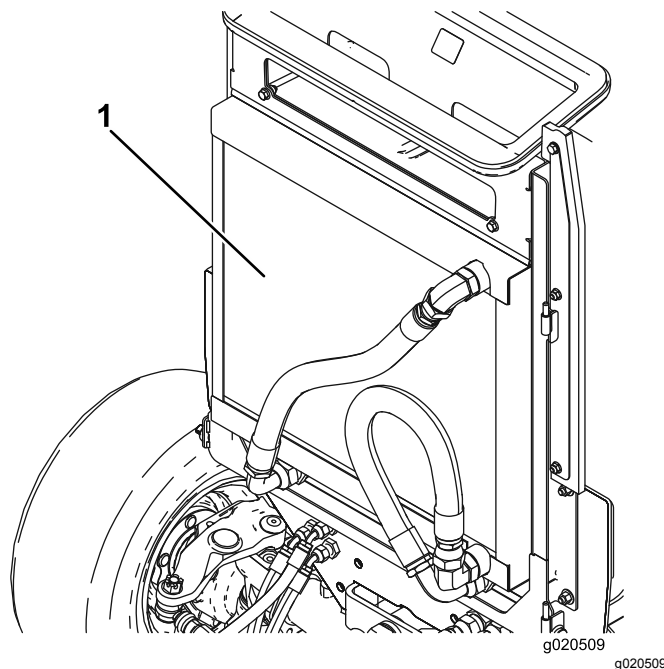

Figura 91
4. Limpe os dois lados do dispositivo de arrefecimento de óleo e o radiador com ar comprimido (Figura 91).